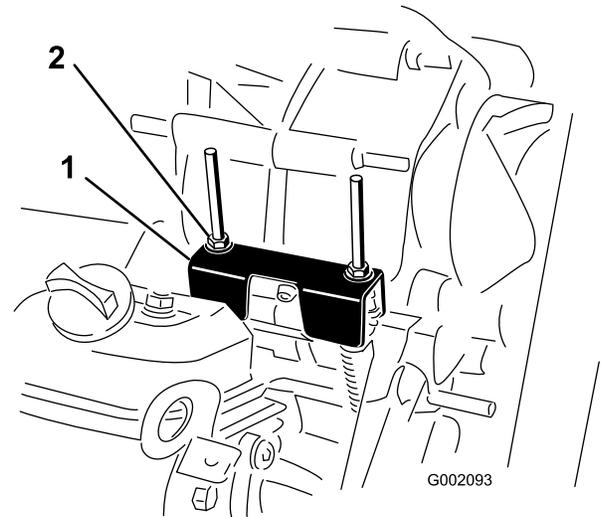

図 61
3. ロックナットのひとつ 図 61 を回して、ナットワッシャの底面とニュートラルブラケットとの間のすきまが 0.76-1.52 mm になるように調整する。
定期整備を行う時やエンジンの故障診断を行う時には、トランスアクスルをニュートラルにシフトしておく必要があります 図 61。トランスアクスルをニュートラル位置にするにはシフトレバーをニュートラル位置にします。以下の操作を行って、ニュートラルでシフトレバーが正常に機能することを確認してください
2. ニュートラルブラケットがニュートラル位置シフトブラケットの下にあるケーブル取り付けブラケットと面一になっていることを確認する 図 61。